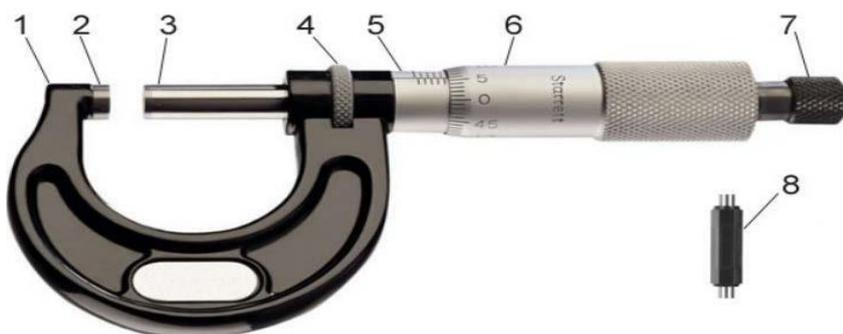

Рис.1
4. Какой цифрой обозначена скоба (Рис.1)?
5. Какой цифрой обозначен микрометрический винт (Рис.1)?
6. Какой цифрой обозначена пятка (Рис.1)?
7. Какой цифрой обозначена трещотка (Рис.1)?